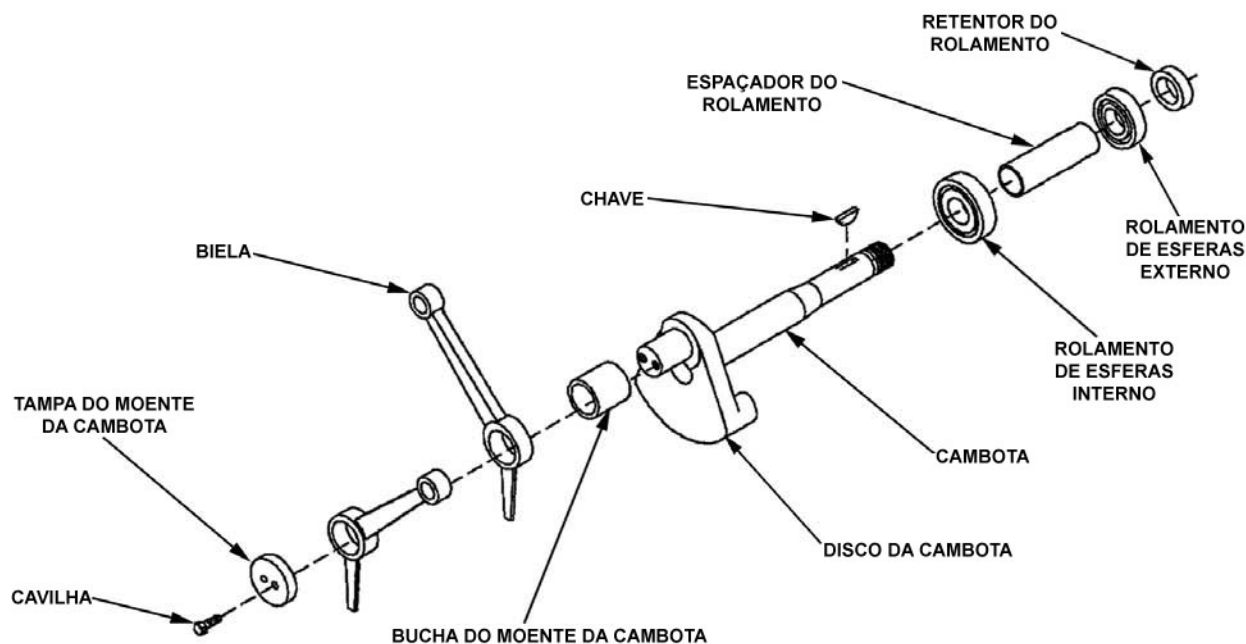

Figura 5-5 Vista expandida dos rolamentos da cambota
5. Retire a chaveta (Figura 5-5) da cambota.
9. Retire o cabo de segurança das cavilhas que fixam a tampa do moente da cambota (Figura 5-5) e retire as cavilhas e a tampa.